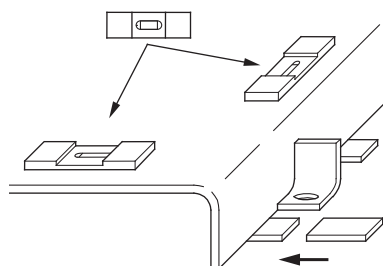

Fig. 7: Nivåinställning och justering av bottenplattan
- Lägg på bottenplattan och nivåjustera denna i båda riktningarna med extra balanseringsbrickor (se fig. 7).
- Justera hela aggregatet vid uppställningen på fundamentet med hjälp av vattenpasset (på axeln/tryckanslutningen) (se fig. 7). Bottenplattan ska ha en vågrät tolerans på 0,5 mm per meter.